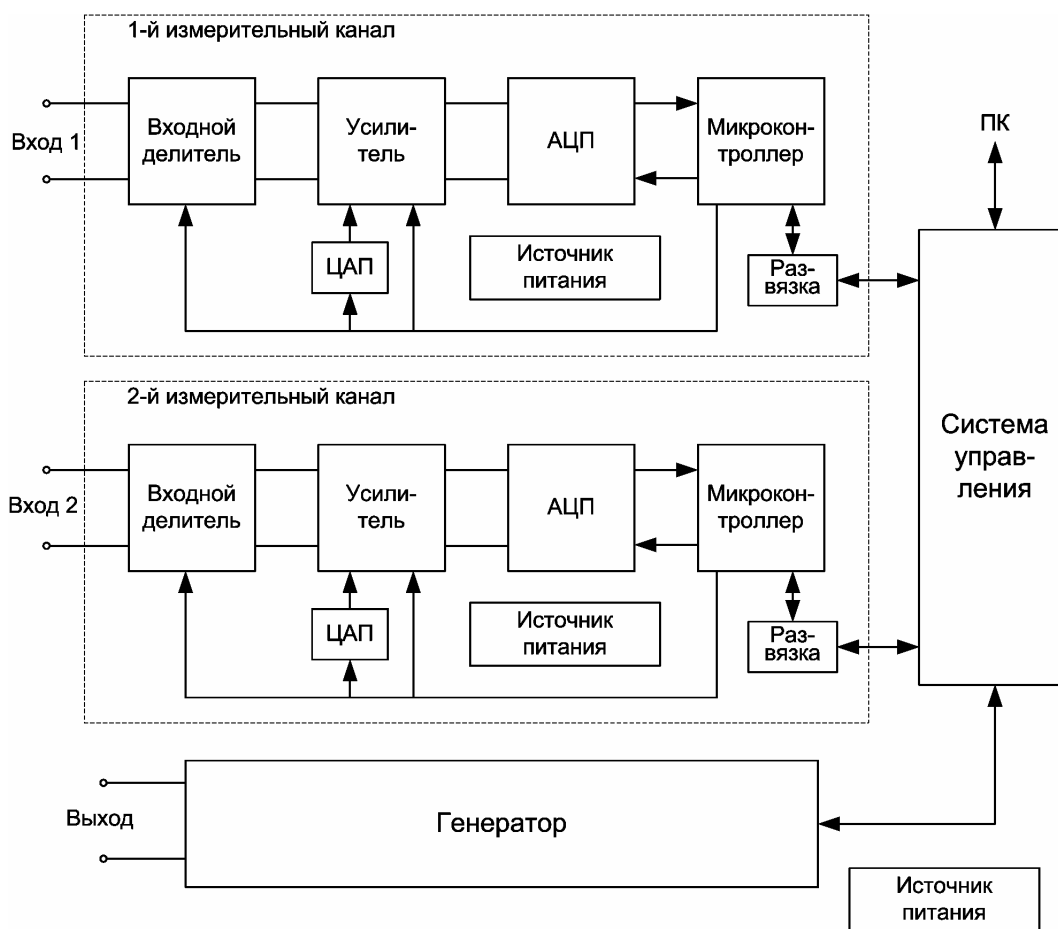

Рис. 3. Блок-схема ИВБ
1.4.3. Блок-схема ИВБ приведена на рис. 3.